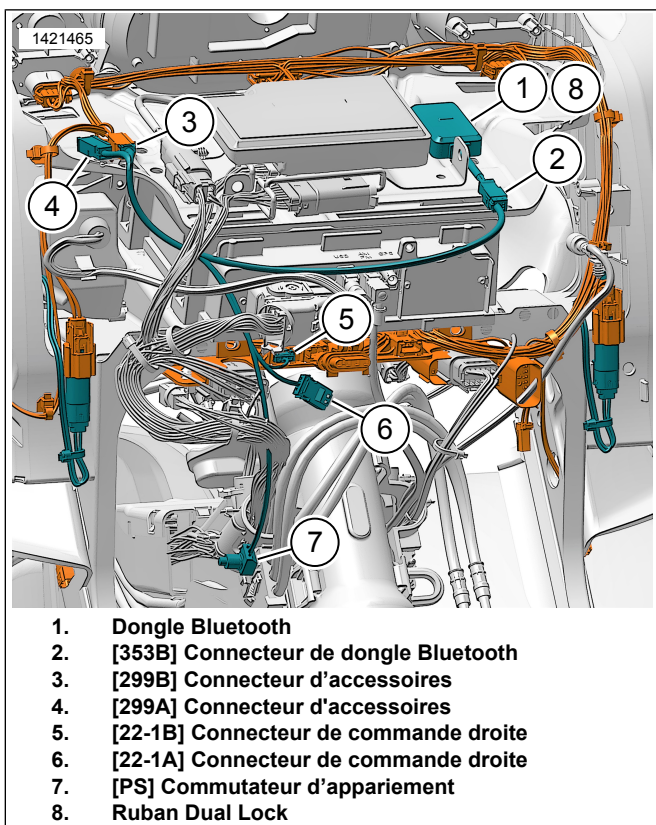

Figure 14. Faisceau de dongle Bluetooth pour carénage monté sur fourche (2014-2016)
1. Voir la figure 14. Installer et acheminer le faisceau de dongle Bluetooth sous le carénage.